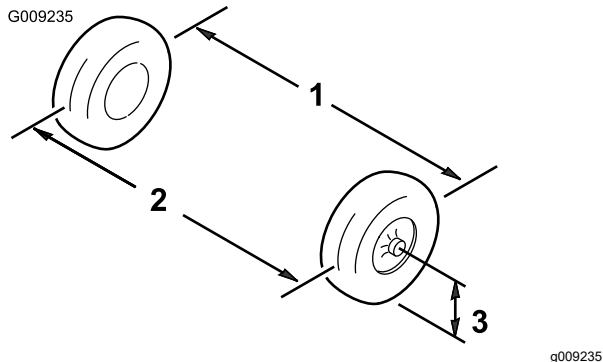

図 58
2. 前輪の前と後ろで、左右のタイヤの中央線間距離を測る計測はアクスルの高さで行う(図 58)。